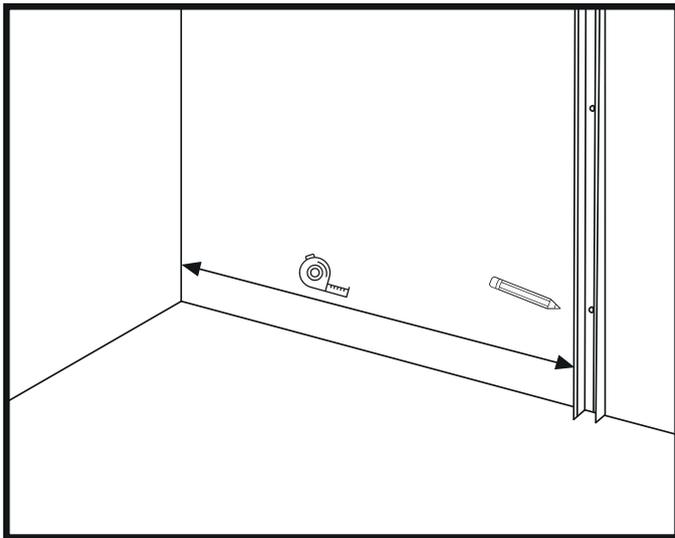

Abbildung 1
1. Wählen Sie den Abstand des Scharnierstangenprofils von der parallelen Wand nach Ihren Wünschen. Messen Sie den erforderlichen Abstand von der Ecke der Wand und markieren Sie ihn. (Abbildung 1)